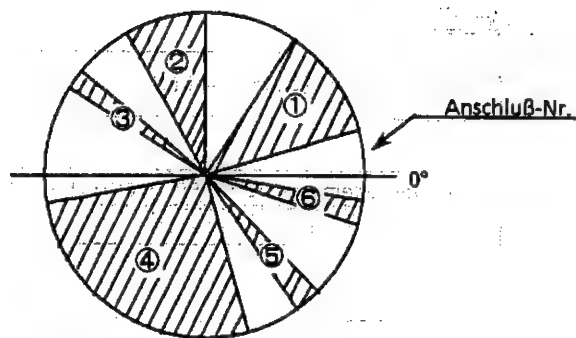

Abb. 3-1 Nockenschaltermuster
* Der Nockenschalter hat das in Abb. 3-1 gezeigte Muster. Die Schaltung wird aktiviert, wenn das Signal zu den schraffierten Bereichen des Schalters gelangt. Die Zustände der sechs Signalmuster werden von Systemsteuereinheit als Ein oder Aus interpretiert und auf diese Weise die Betriebsarten des Laufwerks festgestellt.